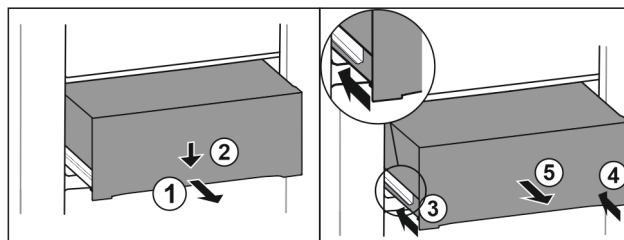

Fig. 149
- ▶ 将抽屉拉出一半。 Fig. 149 (1)
- ▶ 朝下按压正面的抽屉。 Fig. 149 (2)
- ▶ 将左侧轨道推入大约 2 cm。 Fig. 149 (3)
- ▶ 将右侧轨道推入大约 2 cm。 Fig. 149 (4)
- ▶ 朝前取出抽屉。 Fig. 149 (5)